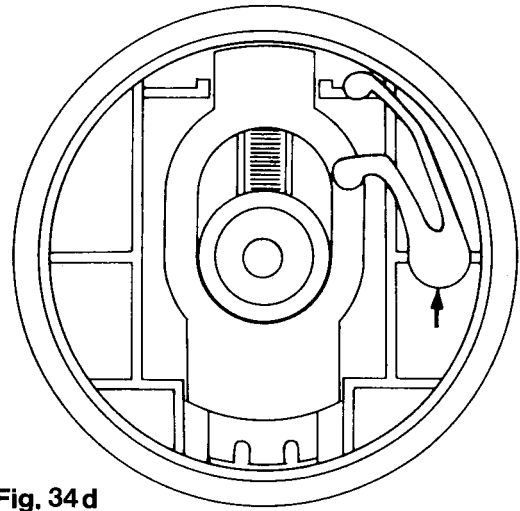

Fig. 34d
- Den Rasthebel 111, Abb. 34d mit seinem Stift so in die Bohrung einführen, daß er die in Abb. 34d gezeigte Stellung einnimmt.
- Insert the pin of stop motion lever 111 (Fig. 34d) into the appropriate hole so that it is positioned as illustrated in Fig. 34d.
- Engager la broche du levier d'arrêt 111, fig. 34d, de telle manière dans le trou que la pièce prenne la position indiquée sur la fig. 34d.